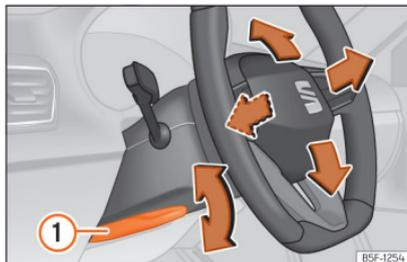

Fig. 5 Alavanca na parte inferior do lado esquerdo da coluna de direção
- Puxe a alavanca » Fig. 5 ① para baixo, mova o volante até à posição desejada e volte a subir a alavanca até ao ponto de fecho.
- Após ajustar a coluna da direção, empurre firmemente a alavanca » Fig. 5 ① para cima para que o volante não mude de posição acidentalmente durante a marcha.